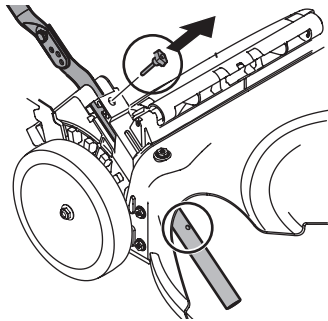
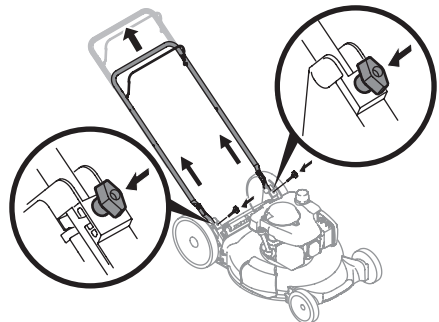

Figure 3
Figure 4
4. Retirez les boulons à oreilles des supports du guidon. Voir Figure 3.
5. Tirez le guidon vers le haut jusqu'à ce que les trous de la partie inférieure (voir l'encadré de la Figure 3) s'alignent avec les trous des supports du guidon. Voir Figure 4.
6. Insérez les boulons à oreilles retirés à l'étape 4 dans les supports du guidon et dans la partie inférieure. Voir Figure 4. Serrez bien les boulons pour fixer le guidon.